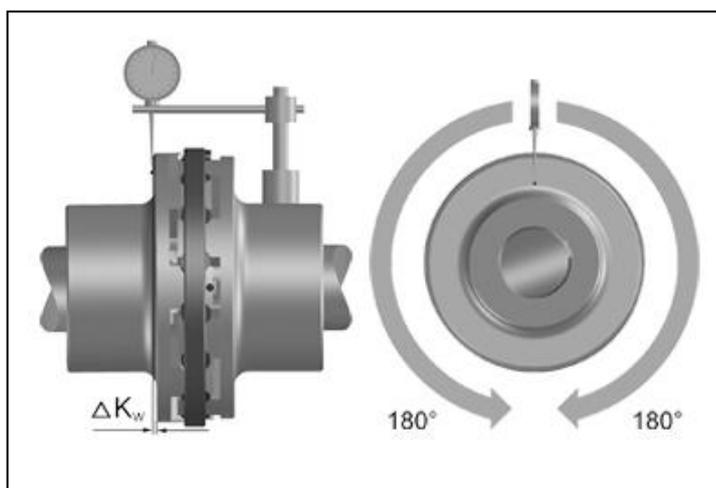

Bild 6
- Vermessen Sie stirnseitig eine ganze Umdrehung ( $360^\circ$ ) am äußeren Durchmesser. Ermitteln Sie dabei die größte Abweichung  $K_{w1}$  sowie die kleinste Abweichung  $K_{w2}$  (Bild 6).